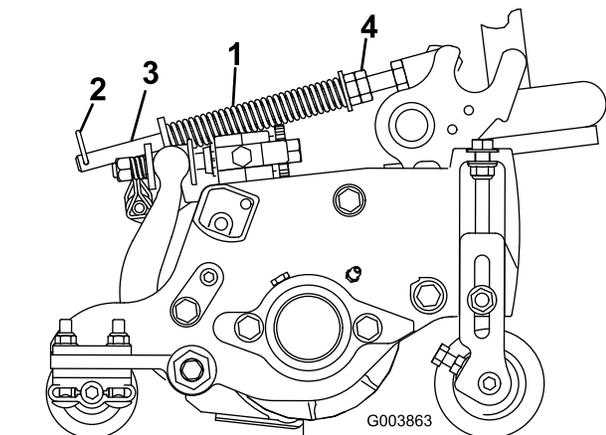

Figure 13
Le ressort de compensation (Figure 13), qui réunit le bâti porteur et le plateau de coupe, commande le degré de rotation avant-arrière possible.
1. Serrez le contre-écrou à l'arrière de la tige de ressort jusqu'à obtenir un écartement (C) de 3,2 cm entre l'arrière du support du ressort et l'avant de la rondelle (Figure 13).
2. Serrez les écrous hexagonaux à l'extrémité avant de la tige de ressort jusqu'à ce que la longueur du ressort comprimé (A) soit égale à 32,8 cm (Figure 13).